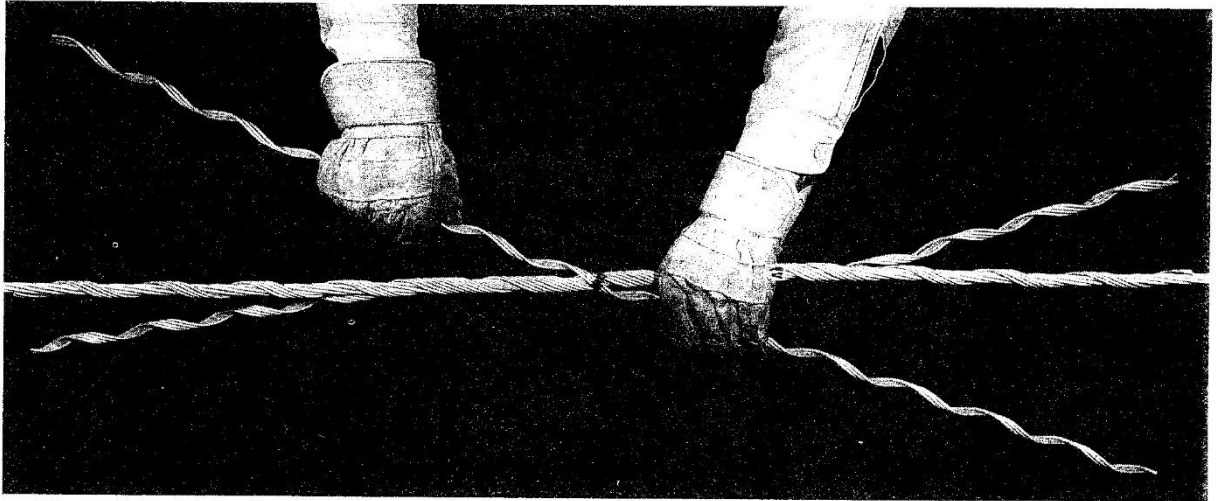

Рисунок 10.
10. Совместите центральную метку с меткой первой подгруппы и накрутите вторую подгруппу на длину в один или два шага скрутки с каждой стороны от центра. Точно так же накрутите третью подгруппу, затем одновременно полностью накрутите обе подгруппы. (Рисунок 10.)